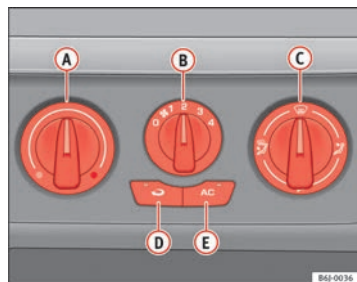

Fig. 95 Mandos del Aire Acondicionado en el tablero de instrumentos
- Desconecte el sistema de refrigeración con la tecla ⇒ fig. 95 **AC** (se apaga el testigo de la tecla).
Con la recirculación de aire en marcha → fig. 95  (se enciende un testigo en la tecla), se evita que los malos olores del exterior, por ejemplo, al atravesar un túnel o en un atasco, penetren en el habitáculo.